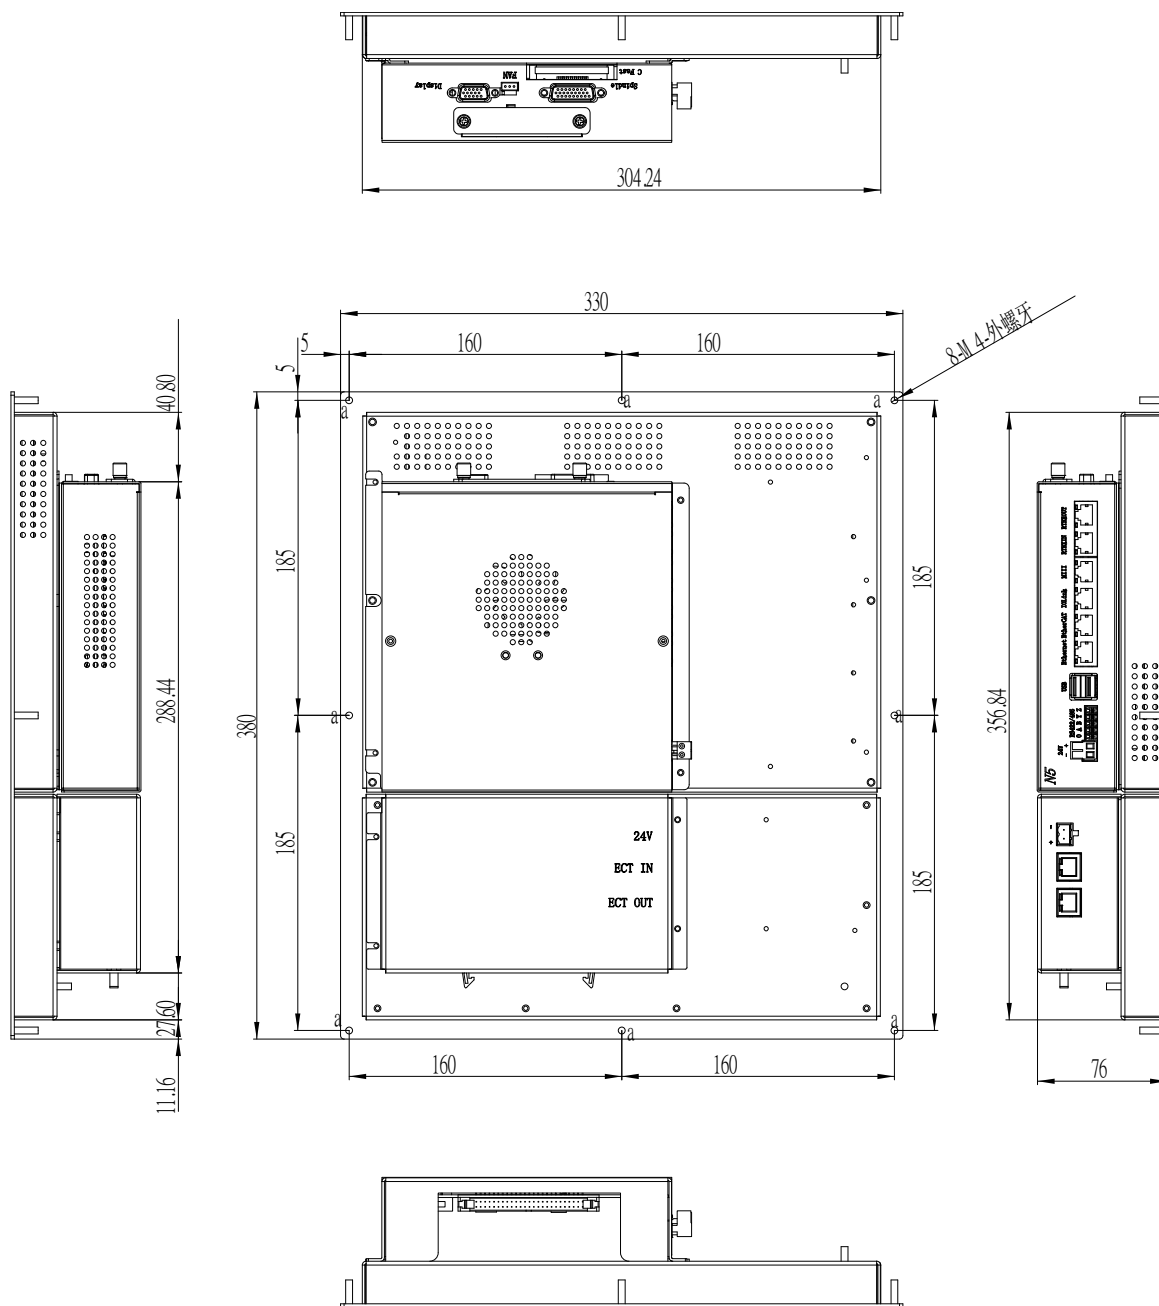

图 4-2 N5 一体式控制器上面板安装孔位及外尺寸
- 钣金机柜建议安装孔 5mm，位置参照【图 4-2 N5 一体式控制器上面板安装孔位及外尺寸】a 螺钉标示的位置；